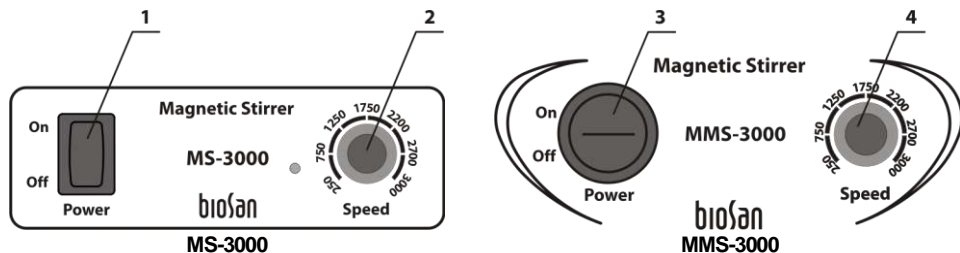

Рисунок 3. Панель управления
5.3. Переведите сетевой выключатель **Power** (рис. 3/1 или 3/3) в положение **On** (включено).
5.4. Установите необходимую скорость перемешивания, поворачивая регулятор **Speed** (рис. 3/2 или 3/4).